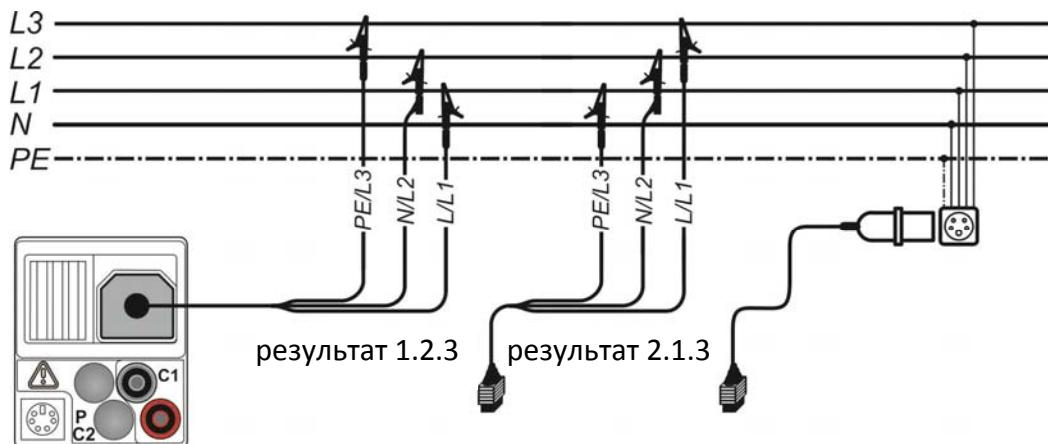

Рисунок 5.2: Подключение 3-х проводного тестового кабеля и дополнительного адаптера к трехфазной цепи
- **Подключите** испытательные выводы (проводы) к исследуемому элементу (см. Рисунок 5.2: *Подключение 3-х проводного тестового кабеля и дополнительного адаптера к трехфазной цепи*